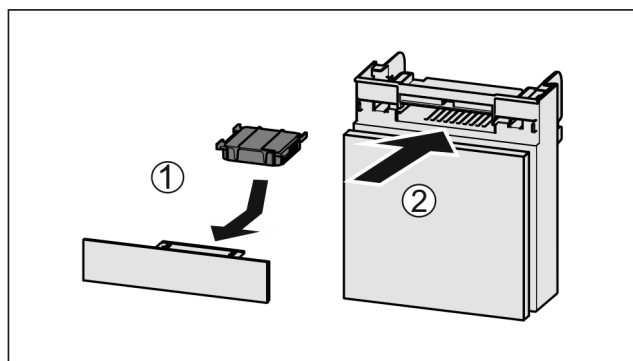

Fig. 95
- ▶ Introduceți Fig. 95 (1) filtrul de cărbune activ după cum se vede în figură.
- ▶ Împingeți Fig. 95 (2) compartimentul în interior.